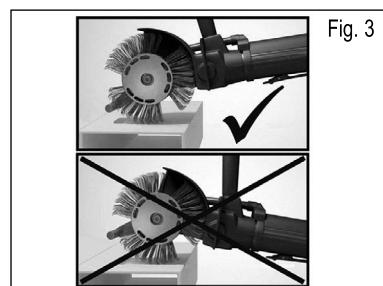

Fig. 3
- Pentru o performanță optimă aveți grijă ca bara de accelerare să fie ghidată aproape de suprafață de prelucrat. La o depărtare prea mare a barei de accelerare față de suprafață, performanța scade perceptibil. **Vezi Fig. 3.** O descriere mai detaliată a modului de lucru cu aparatul Bristle Blaster® puteți găsi în **DVD-ul anexat sau de pe pagina de internet [www.monti.de](http://www.monti.de)**